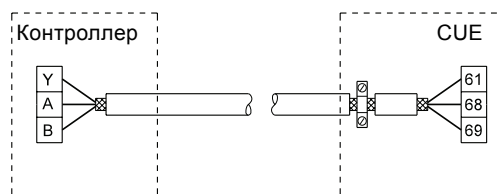

Рис. 41 Пример подключения 3-жильного кабеля с экраном, подсоединенным к устройству CUE (контроллер без хомута на кабеле).
- Подключайте экран кабеля к шине на обоих концах, и для двигателя, и для сигнальных кабелей. См. раздел 40. Если на контроллере отсутствует хомут, подключайте экран только к CUE. См. рис. 41.